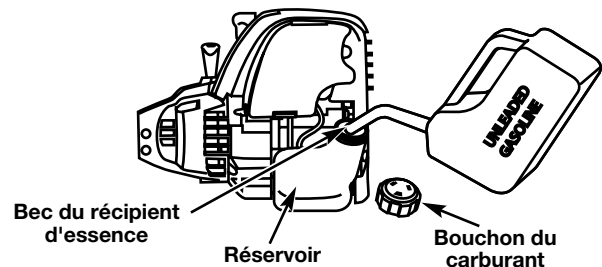

Fig. 5
1. Déposez le bouchon à essence (Fig. 5).
2. Placez le bec du récipient d'essence dans l'orifice du réservoir (Fig. 5) et remplissez celui-ci.